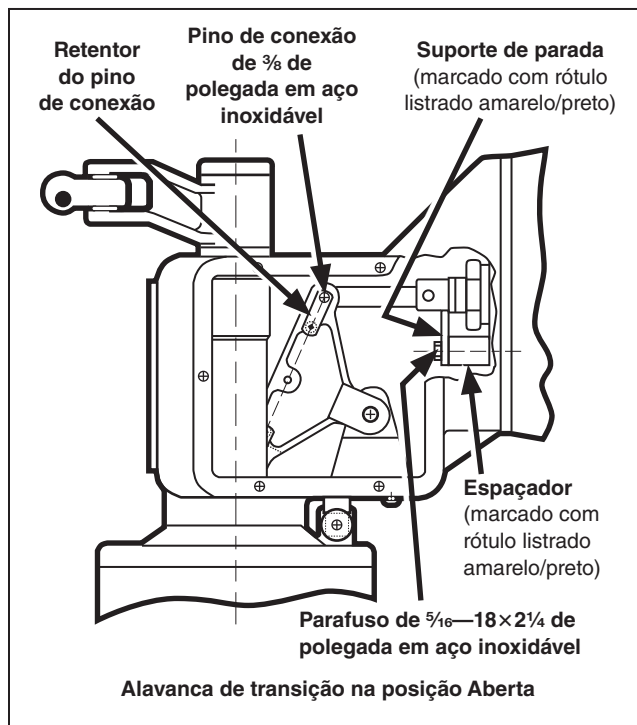

Figura 13. Preparação da haste isolada de operação para acoplamento.
- (b) Assegure-se que a alavanca de transição se encontra na posição **Aberta**. A alavanca deve ser movimentada completamente no sentido antihorário. Ver Figura 13. Se a alavanca não estiver na posição **Aberta**, faça o seguinte:
- (c) Remova o pino de conexão de $\frac{3}{8}$ de polegada em aço inoxidável usado para acoplamento da alavanca de transição à conexão da haste de operação. Ver Figura 13 na página 20. O pino é mantido na posição por um retentor; levante e gire o retentor para remover o pino. Guarde o pino para reutilização no Passo 1(e).
- (e) Recoloque o pino de conexão de $\frac{3}{8}$ de polegada que tinha sido retirado no Passo 1(c). Ver Figura 13 na página 20.
Nota: É necessário afrouxar o parafuso de $\frac{5}{16}$ — $18 \times 2\frac{1}{4}$ de polegada indicado na Figura 13 na página 20 e movimentá-lo para fora aproximadamente 3 mm ($\frac{1}{8}$ de polegada) para que o pino de conexão possa ser inserido. Não remova o parafuso nesta etapa.
- (f) Depois que o pino de conexão foi inserido e travado na posição pelo seu retentor, remova e descarte o parafuso de $\frac{5}{16}$ — $18 \times 2\frac{1}{4}$ de polegada junto com o batente de parada (marcado com um rótulo listrado amarelo/preto) mostrado na Figura 13 na página 20.
- A alavanca de transição foi acoplada à conexão da haste de operação. Ver Figura 13 na página 20.